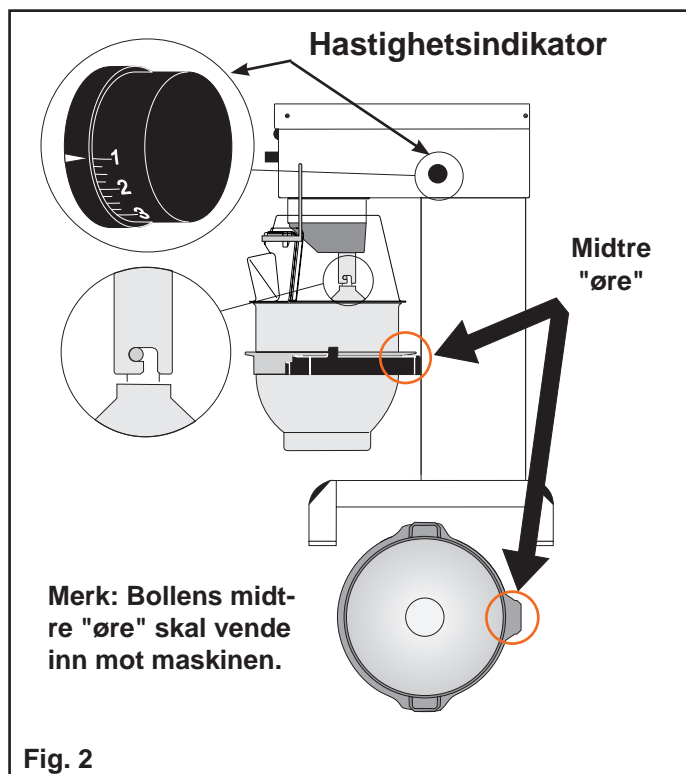

Fig. 2
- B** **OBS:** bollestøttene skal stå i laveste posisjon. Bollen settes inn i støttene. Pass på at bollen er skjovet helt tilbake i støttene og at bollens midterste "øre" er vendt inn mot maskinen (**fig. 2**). Rørredskapet festes i bajonettlåsen. Tappen på redskapet skal dreies helt inn i bajonetthullet. Sikkerhetsdekselet lukkes
- F** Trykk på  og  til du får ønsket hastighet. Hastigheten avleses på indikatoren på maskinens side (**fig. 2**). Se også "Anbefalt maksimumshastighet" (**fig. 1**).